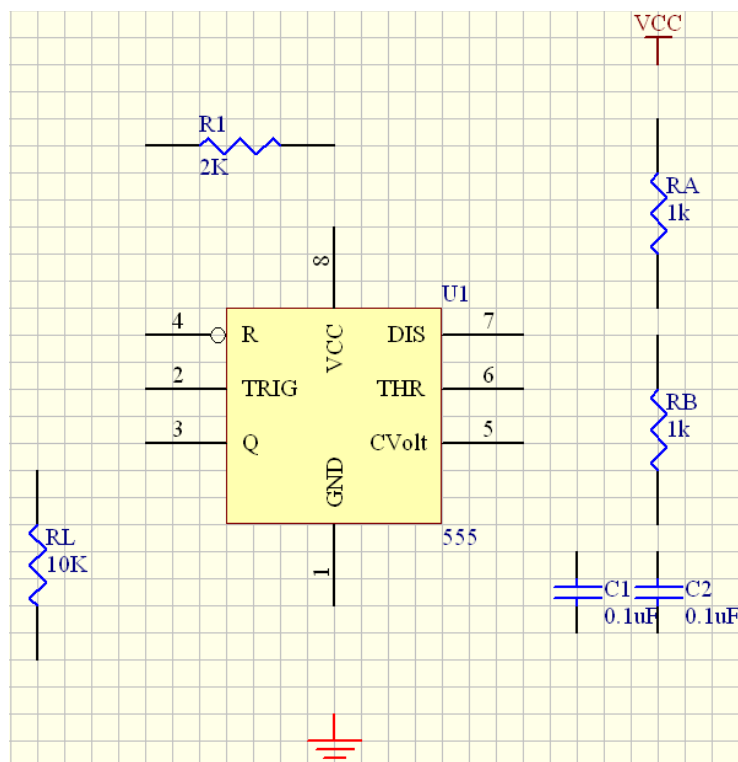

图 2-2 元件放置后的电路图
2、参照表 2-1，在参考库中找到相应的元件放置在原理图上，同时对元件的位置做适当的调整，使它们布局合理，如图 2-2 所示。